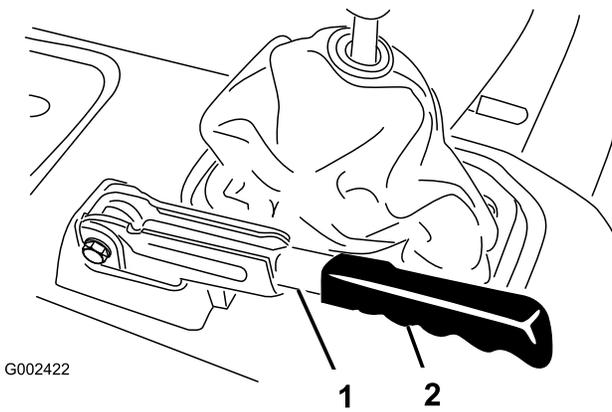

Figure 73
- Enlevez la poignée de caoutchouc du levier de frein de stationnement (Figure 73).